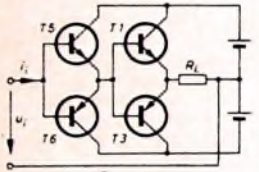

Bild 4. Gegentakt-B-Endstufe und Treiber in Darlingtonschaltung
Also: Ein etwa 15 m hinter der Empfangsantenne wirksamer „Reflektor“ (s. Bild 1) oder eine 15 m lange schlecht angepaßte Antennenzuleitung (s. Bild 4 und Gl. (7)) kann bereits zum „Geiſtersehen“ führen.
Wie Bild 4 zeigt, arbeitet auch der Treiber in Klasse B und bildet mit der Endstufe eine Gegentakt-Variante der Darlingtonschaltung. Jedes der beiden Darlington-Paare arbeitet jeweils nur während einer Halbwellen des Steuerwechselstromes, während der anderen ist es gesperrt. Bei der
Die zur Aussteuerung der Schaltung nach Bild 4 benötigte Steuerleistung ist Infolge der hohen Leistungsverstärkung $v_p = v_u v_i$ der Darlingtonschaltung so klein, daß sie ohne Schwierigkeiten von einer Kleinsignal-Vorstufe in Klasse A geliefert werden kann. Wegen der besonderen Eigenschaften des Eingangswiderstands der Gegentaktschaltung ist jedoch die Wahl des richtigen Quellwiderstands von entscheidender Bedeutung.